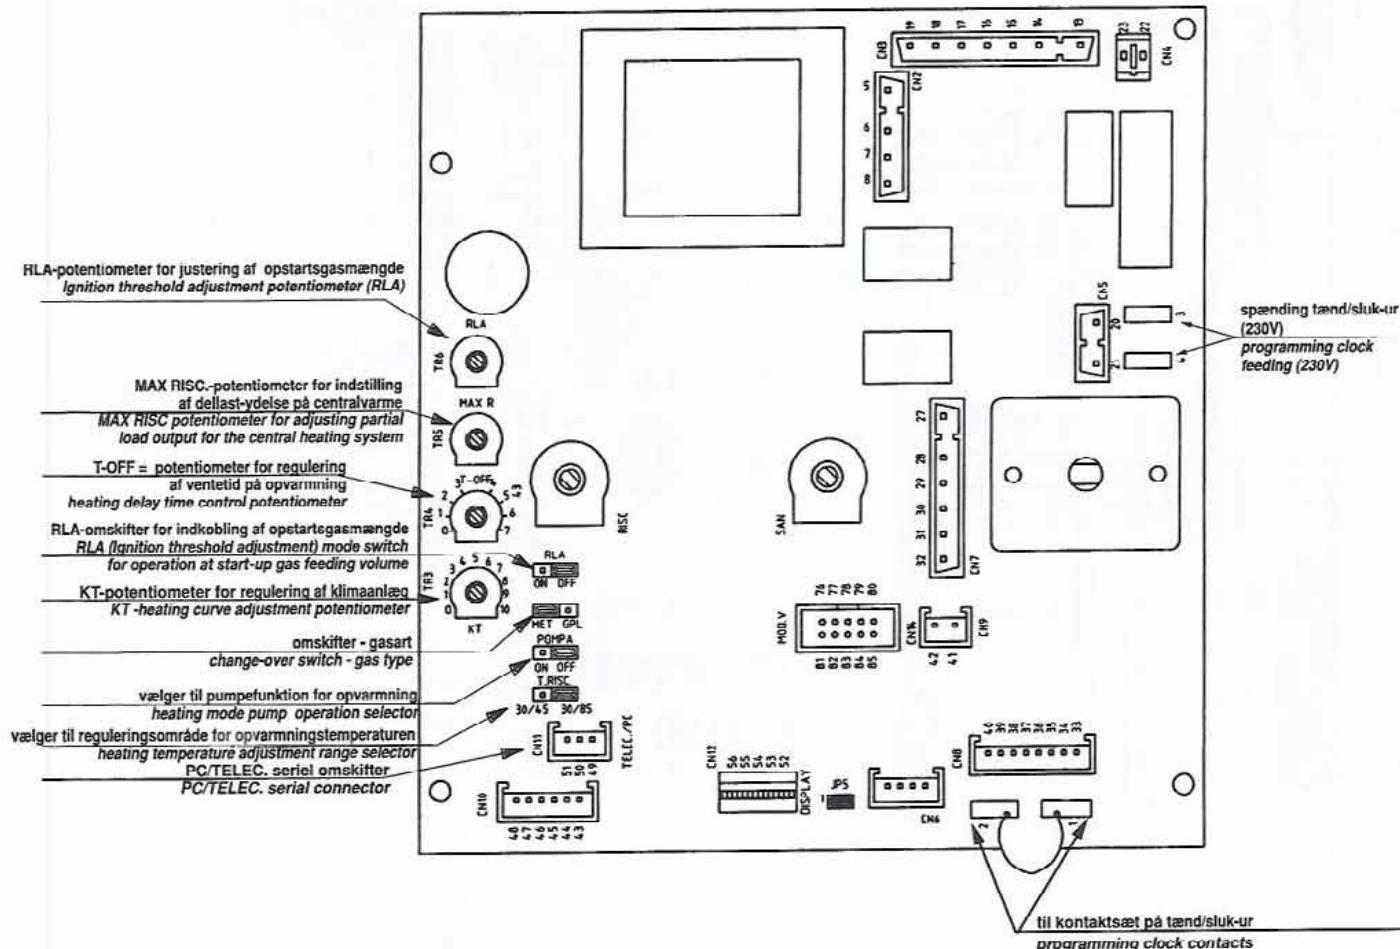

Fig. 42. Indstillingsmuligheder på printkort.
- tilslut kontakturets motor til klemme 3 og 4 (på modulationsprintet) se fig. 42;